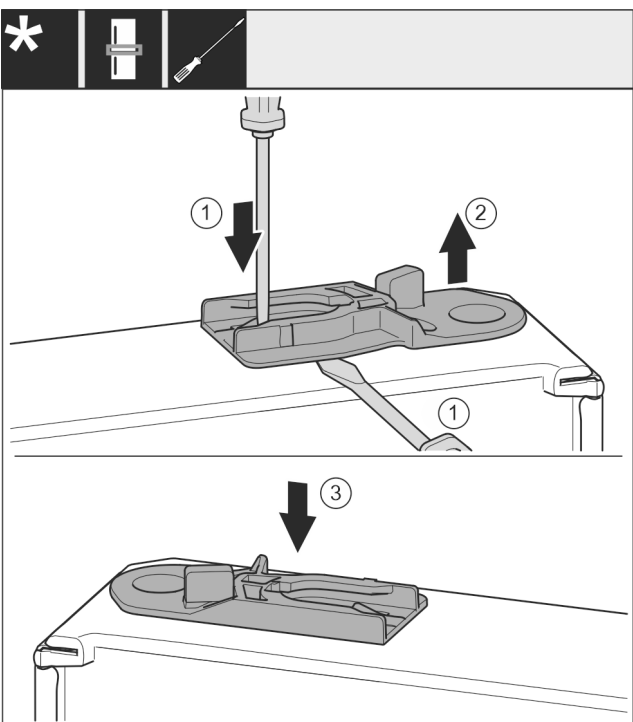

Fig. 34
- ▶ Wyjąć tuleję prowadzącą: Wcisnąć nakładkę Fig. 34 (1) przy pomocy śrubokręta i jednocześnie przesunąć śrubokrętem pod tuleję prowadzącą Fig. 34 (2). Urządzenia z amortyzatorem zamykania:
- ▶ Tuleję prowadzącą Fig. 34 (3), objętą zakresem dostawy wsunąć po drugiej stronie obudowy.